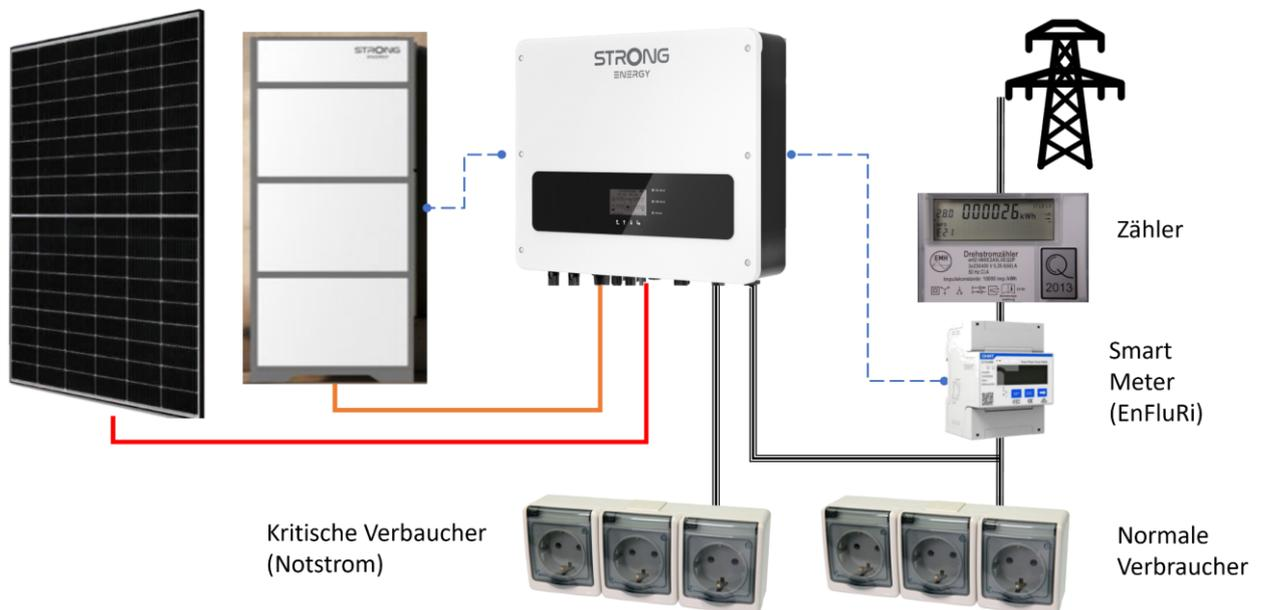

Abbildung 18: Einbauposition Smart Meter
- Direkt hinter dem Hauptzähler am Hausanschluss (siehe Abbildung 18)